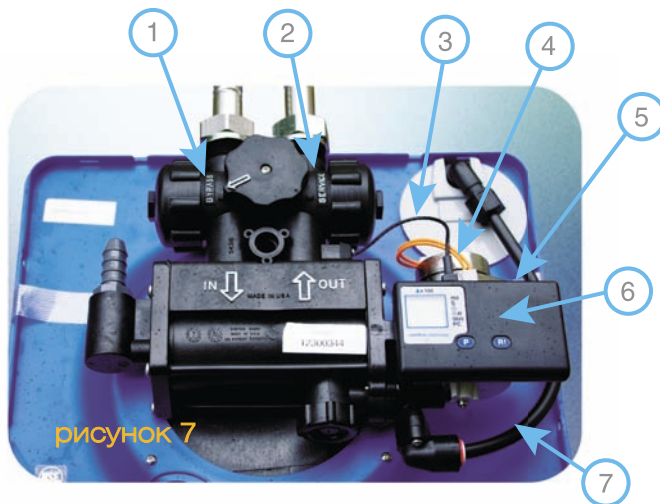

рисунок 7
- 1 Установите клапан в положение **«БАЙПАС»** (см. рисунок 7)
- 3 Медленно переведите клапан в положение **«СЕРВИС»** (см. рисунок 7), медленно заполняя фильтрационную емкость, чтобы избежать гидроудара.
- 1 Подключите разъем на проводе блока питания к задней части микроконтроллера (см. рисунок 7)
- 1 Убедитесь, что умягчитель находится в режиме нормальной работы (см. рисунок 7). Кран байпаса должен находиться в положении 2 – «SERVICE»
через него не пройдет 270 л воды. Данная процедура обязательна для обеспечения соответствия требованиям NSF. Убедитесь, что лампочка «**WATERMIZER**®» на микроконтроллере мигает, что свидетельствует о протекании воды и работе счетчика литров (см. рисунок 7).
Байпасный клапан расположен в узле главного управляющего клапана (см. рисунок 7). Для переключения на байпасную линию, поверните ручку в положение **«BYPASS» (байпас)**. Вода будет поступать в дом вокруг умягчителя без очистки. Для предотвращения попадания в дом неочищенной воды, не пользуйтесь водой в доме, когда умягчитель находится в режиме **«БАЙПАС»**. Не забудьте переключить умягчитель в режим нормальной работы, повернув ручку